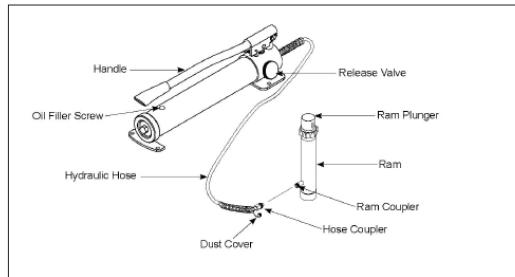

Fig. 04
- Montieren Sie den Schlauch zwischen Pumpe und Ramme.(Fig. 04)
- Drehen Sie das Ablassventil der Pumpe zu. (Fig. 04) WICHTIG: Ziehen Sie das Ventil nur mit der Hand fest. Eine übermäßige Kraftanwendung auf das Ventil kann den Ventilkörper beschädigen.